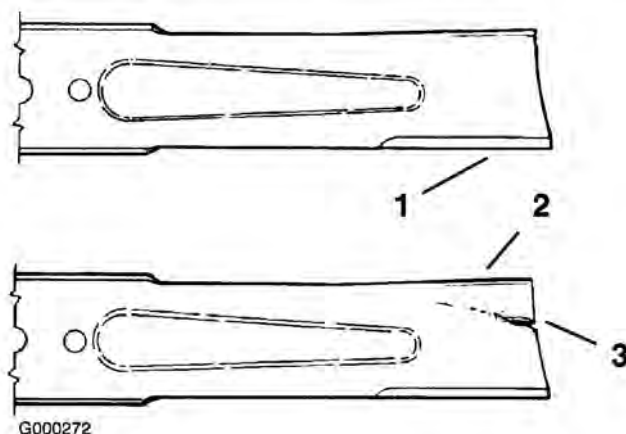

Figura 55
1. Controllate i taglienti (Figura 55). Se i taglienti non sono affilati o mostrano delle tacche, togliete le lame e affilatele. Vedere Affilatura delle lame.
2. Controllate le lame, in particolare l'area curva (Figura 55). In caso di danni, usura o scanalature nell'area (Figura 55), montate immediatamente una nuova lama.